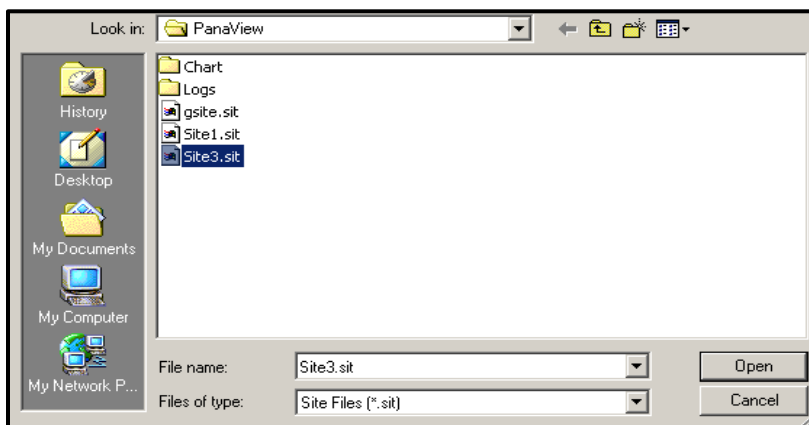
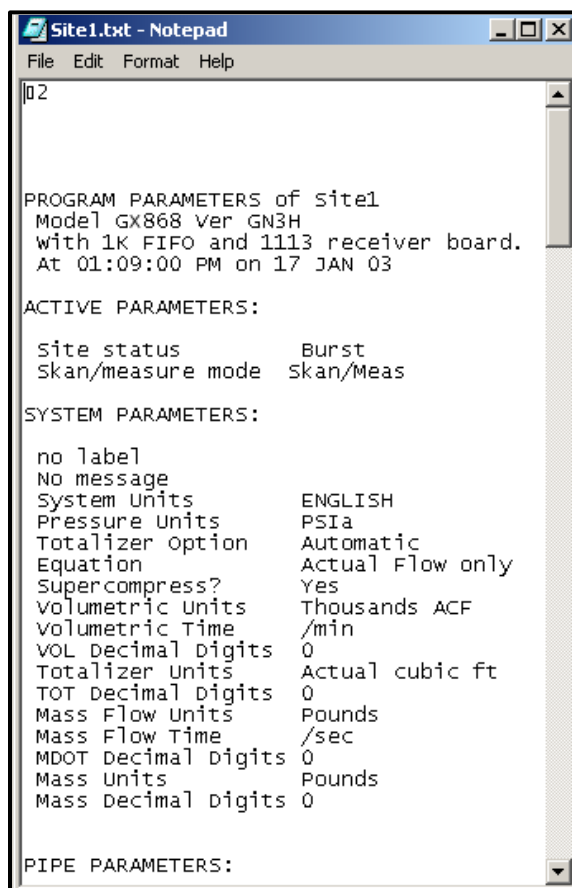

Рисунок 32: Выбор файла объекта
Рисунок 34: Распечатка файла объекта
2. Затем щелкните *Save Site to Meter* (Сохранить файл объекта в памяти расходомера). Откроется окно, показанное на рис. 32.
3. Откроется окно *Site File Selection* (Выбор файла объекта) (см. рис. 32 на стр. 91). Выделите объект с нужными настройками и щелкните [Open] (Открыть). PanaView сохранит объект в памяти расходомера под новым названием и с заданными настройками.
3. Откроется окно *Site File Selection* (Выбор файла объекта) (см. рис. 32 на стр. 91). Введите нужное название объекта (теперь с суффиксом .prt) и щелкните [Save] (Сохранить). Приложение PanaView отобразит текстовую версию объекта, как показано на рис. 34.